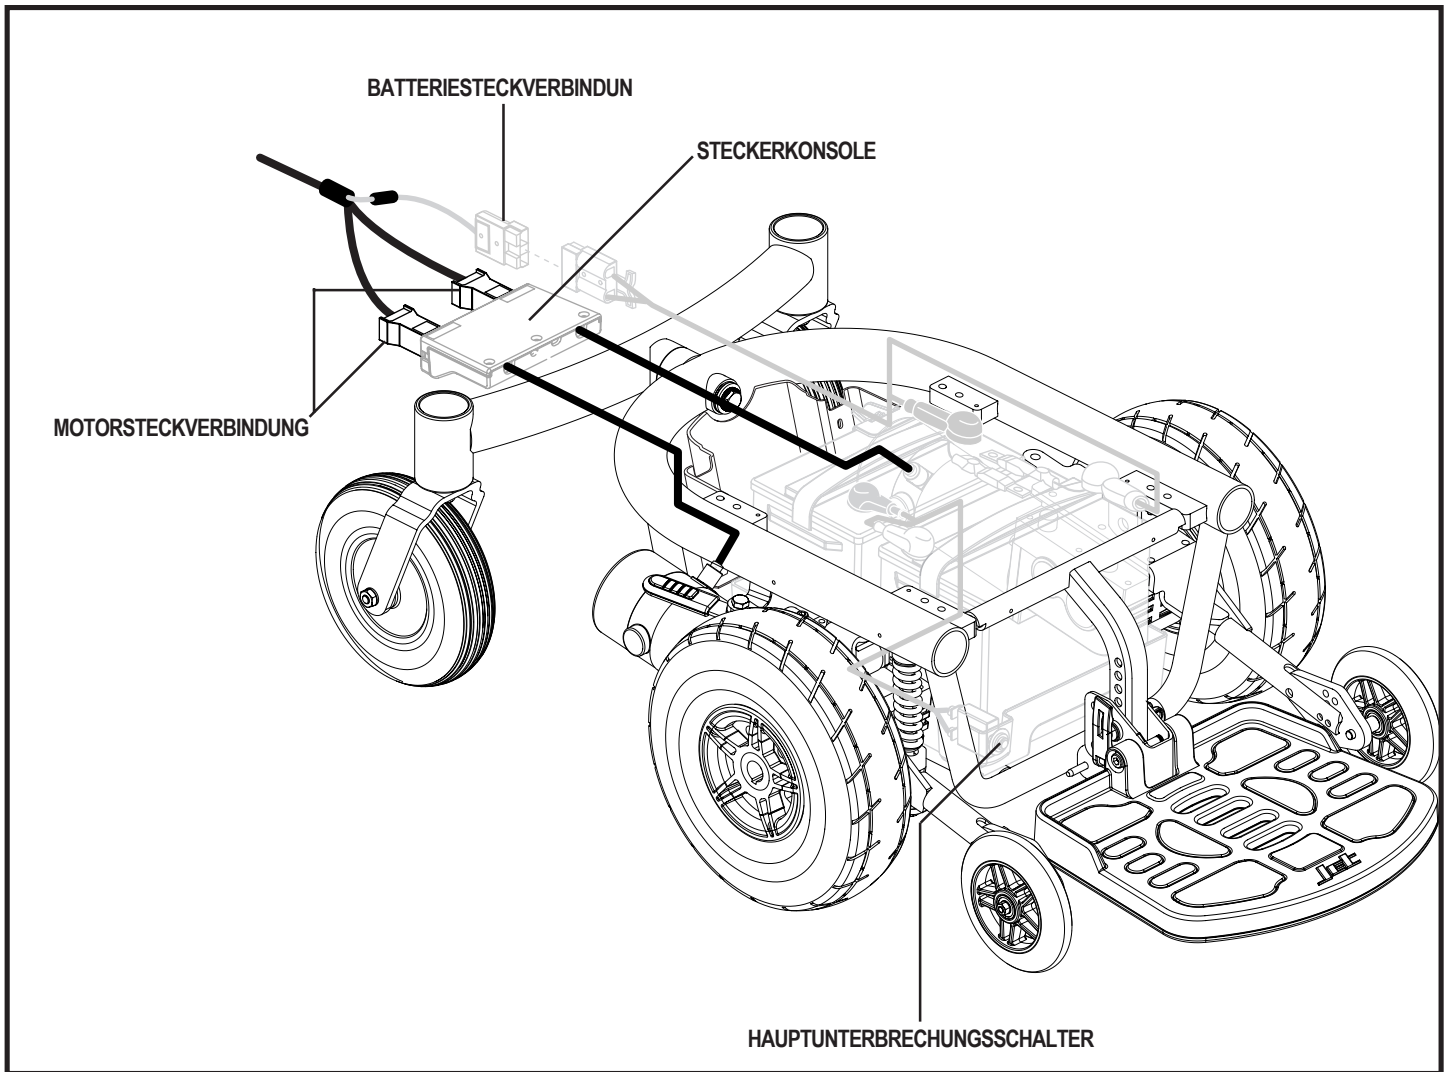

Abb. 7. Jet 3 Ultra Elektrische Baugruppen
Die elektrischen Baugruppen befinden sich auf dem Fahrgestell. Der Hauptunterbrechungsschalter befindet an der Vorderseite des Batteriefachs. Die Motorsteckverbindungen befinden sich auf der Steckerkonsole, innerhalb des Fahrgestells. Siehe Abb. 7.
8. Verbinden Sie die Stecker der Motorsteckverbindungen und der Batterieverbinding in die Steckerkonsole. Siehe Abb. 7.
3. Unterbrechen Sie die Verbindung von der Steuerung zur Kontrollkonsole. Siehe Abb. 7.
1. Unterbrechen Sie die Motor- und Batteriesteckverbindungen. Siehe Abbildung 7.